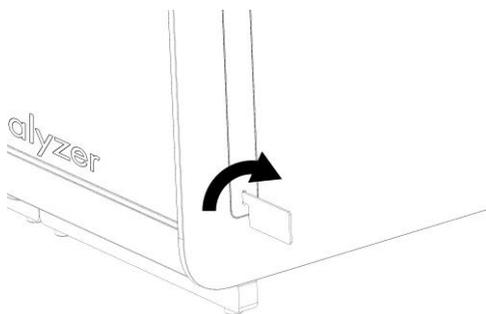

Figura 12. Removendo as coberturas de proteção.
3. Remova as coberturas de proteção da parte lateral do Módulo analítico com a Ferramenta de remoção de coberturas de proteção fornecida com o QIAstat-Dx Analyzer 1.0 (Figura 12).